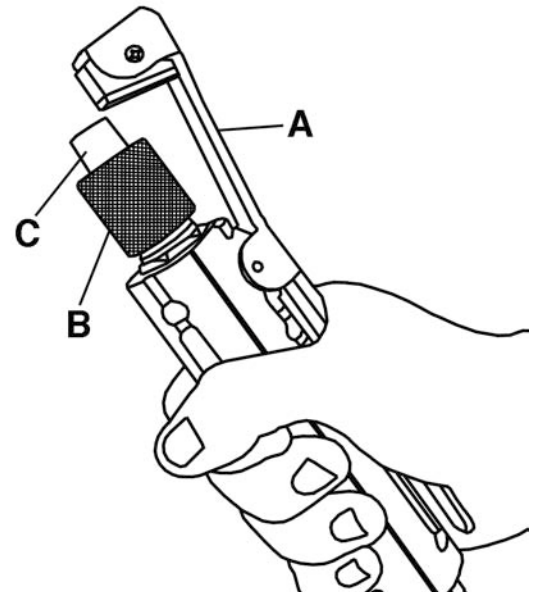

Figure 7
Appliquez une pression de la main sur le levier du fusil abrasif (A) Fig.7, dévissez et retirez l'écrou (B), retirez la buse en céramique (C) et remplacez-la avec la buse de dimension désirée et réinstallez le tout en ordre inverse.
Pour commencer l'opération de sablage à jet, dirigez le bout du fusil abrasif vers votre pièce à travailler et appuyez sur le levier du fusil (voir Fig.7). Déplacez le fusil abrasif lentement en mouvement circulaire, essayez de garder le fusil abrasif à 4" de votre pièce à travailler. Il est nécessaire de faire des essais avec des pression d'air, abrasifs et buses en céramique différentes pour obtenir les meilleurs résultats.